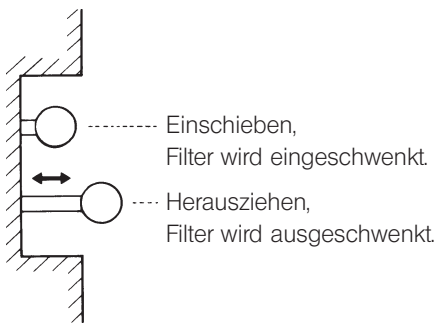

Abb. 18
b. Anwendung der Filter (Abb. 18)
- 1) Filterknopf ① einschieben oder herausziehen: